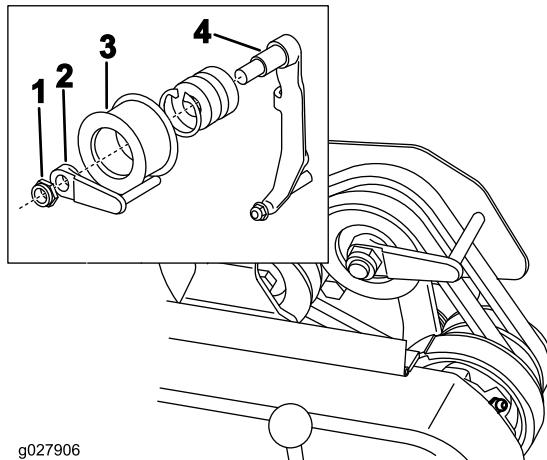

Figure 41
- Pour pousser ou tirer la machine plus facilement sans mettre le moteur en marche, réglez le guide de courroie (Figure 41, détail) comme suit :